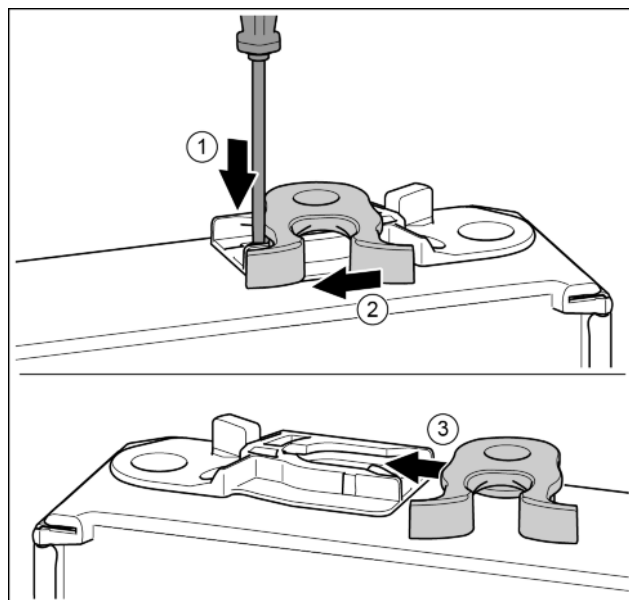

Fig. 16
- ▶ Нижняя сторона двери смотрит вверх: повернуть дверь. Fig. 16 (1)
- ▶ Нажать накладку шлицевой отверткой вниз. Fig. 16 (2)
- ▶ Запорный крючок вывести из направляющей. Fig. 16 (2)
- ▶ Запорный крючок вставить в направляющую с другой стороны. Fig. 16 (3)